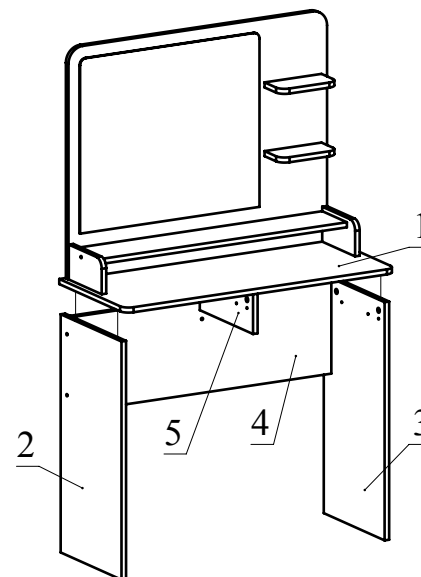

Рис.10
8. Установите полученную сборку на детали 2, 3, 4 и зафиксируйте, повернув конфирматным ключом головки минификсов по часовой стрелке до упора. Соедините при помощи конфирмата деталь 5 с деталью 4 (Рис. 10).